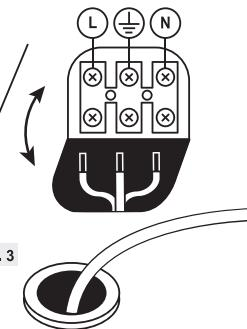

Рис. 3
5. При соедините подготовленные концы кабеля к позициям L, N, G (Рис. 3). Загните колодку обратно в панель.